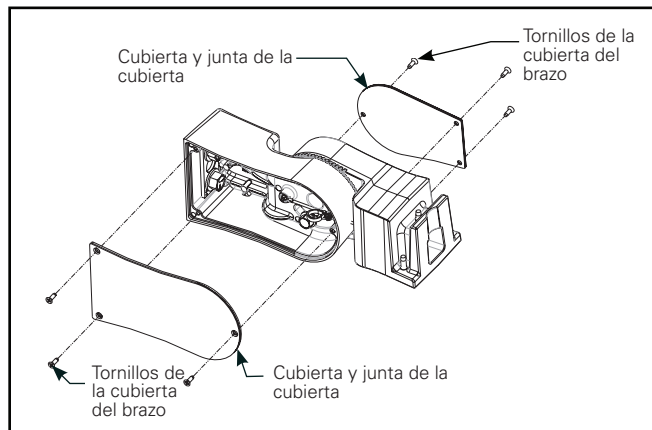

Figura 9.
1. Afloje los seis tornillos para retirar las dos cubiertas de acceso del brazo. Guarde el hardware. (Figura 9).